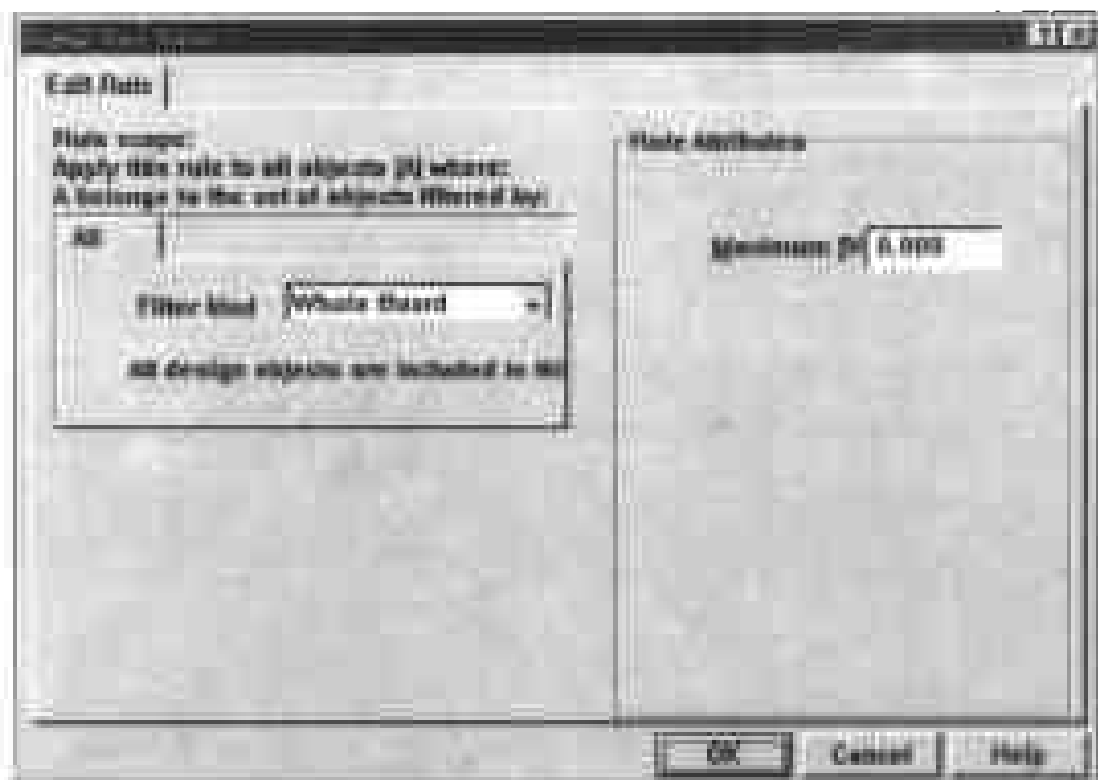

图 9-49 设置电平信号最高电压限制
(1) 选择 Design > Rules,在弹出的 Design Rules 对话框中单击 Signal Integrity 标签,然后在对话框的 Rule Classes 列表框中单击 Signal Base Value,此时对话框下部的方框中只包括 Scope 和 Maximum 两个栏目。
(2) 在对话框下部单击 Add 命令按钮,弹出如图 9-49 所示的对话框,供用户设置新的规则。
(3) 在对话框左边单击 Filter kind 选项的下拉列表框,在弹出的下拉列表中提供了 Whole Board,Net Class 和 Net 3 个选项,供用户设置此规则的适用范围。
(4) 在对话框右边的 Maximum 选项的输入框中输入数值,设置低电平的最高电压限制,此选项的取值将反映在 Design Rules 对话框下部方框的 Maximum 栏中。